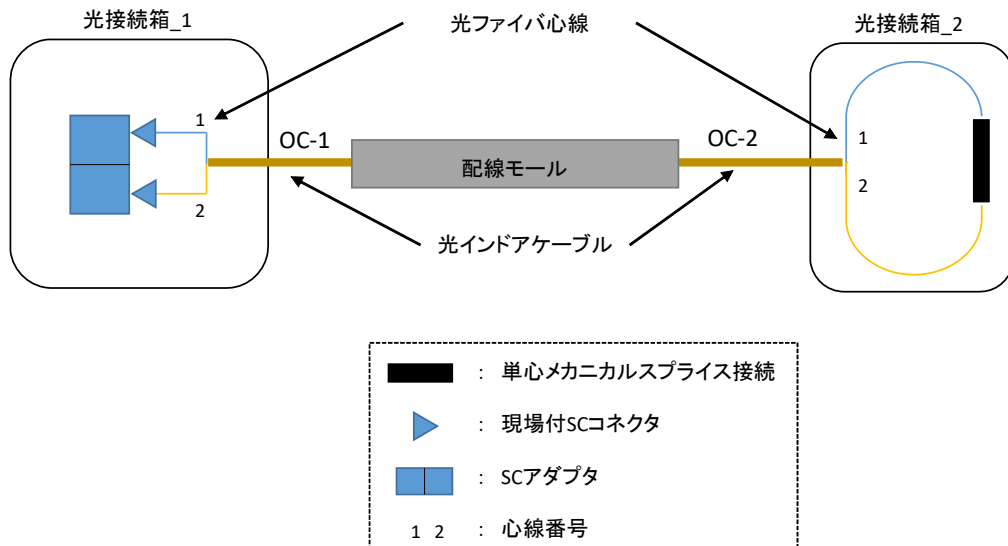

図2 光ファイバ心線接続図 (例)
- ・ 光接続箱_1で、光インドアケーブル端を約1mの長さで口出し、図2に従ってSCコネクタを成端し光アダプタに接続すること。光アダプタは所定の場所に固定する。
- ・ 光接続箱_2で、光インドアケーブル端を約1mの長さで口出し、図2に従って心線を接続し収納する。